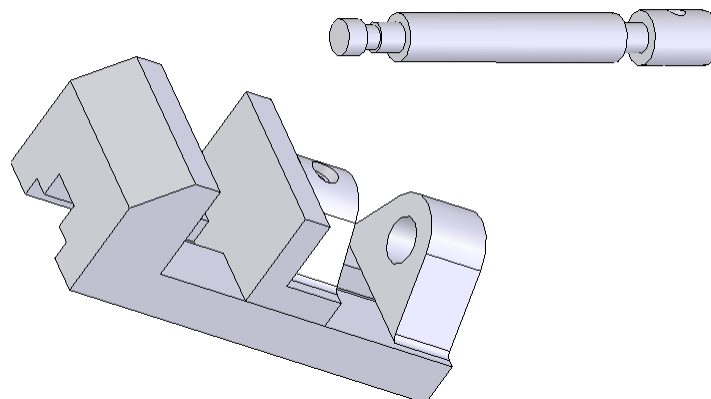

Рис. 7.1.9. Додавання до збірки прижимного гвинта
5. Додайте прижимний гвинт до збірки (рис. 7.1.9).